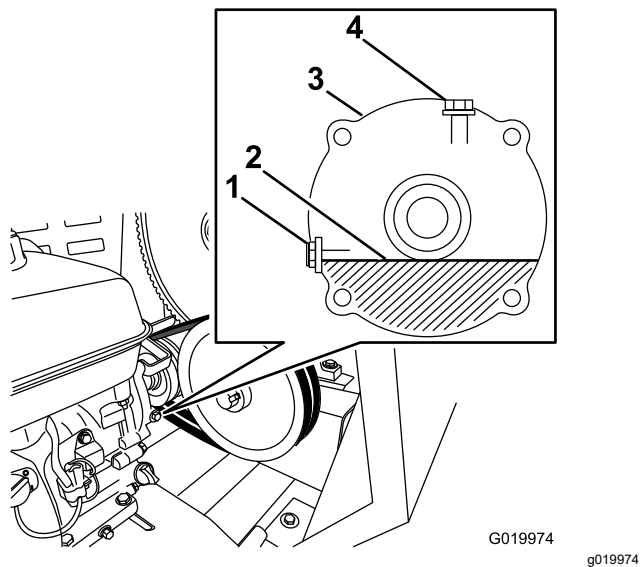

Figura 58
5. Localice la caja reductora entre el motor y la polea del motor (Figura 58).
7. Retire el perno y la arandela de comprobación del nivel de aceite del orificio de nivel de aceite (Figura 58).
- A. Retire el perno y la arandela de llenado del orificio de llenado situado encima de la caja reductora (Figura 58).
- C. Instale el perno de llenado y la arandela en el orificio de llenado de la caja reductora, y apriete el perno de llenado (Figura 58).
8. Cuando el aceite esté al nivel de las roscas de la parte inferior del orificio de nivel de aceite, instale el perno y la arandela de comprobación del nivel de aceite en el orificio y apriete el perno (Figura 58).
11. Vierta lentamente aceite del tipo especificado en el orificio de llenado hasta que el nivel de aceite llegue a las roscas de la parte inferior del orificio de nivel de aceite (Figura 58).